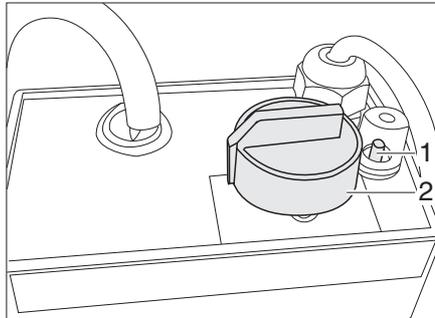

Bild 202 Regler für elektrische Fußbodenheizung
- Den Drehregler (Bild 202,2) auf die gewünschte Heizstufe drehen.
- Den Drehregler (Bild 202,2) auf Stellung "0" drehen.
Wenn der Regler überlastet wird, spricht der Überlastungsschutz an. Der Stift (Bild 202,1) springt heraus.
- Den Stift (Bild 202,1) am Überlastungsschutz eindrücken, wenn der Regler abgekühlt ist.